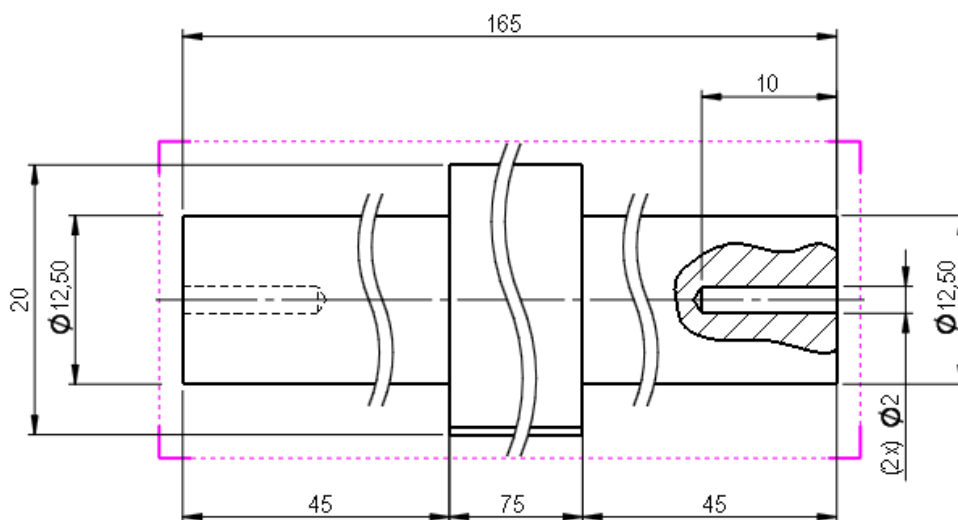

Figura 4.10 - Delimitando a parte da região do corte parcial.
3.6. O resultado é mostrado na Figura 4.10.